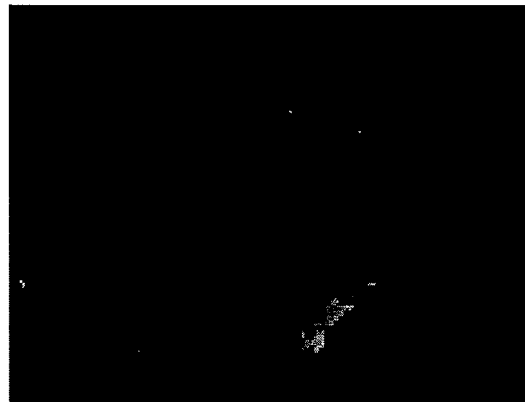

Figura 24
1. Para examinar las baterías, voltee el depósito de recuperación hacia arriba hasta que se trabaje en la posición "arriba". Consulte la figura 24.